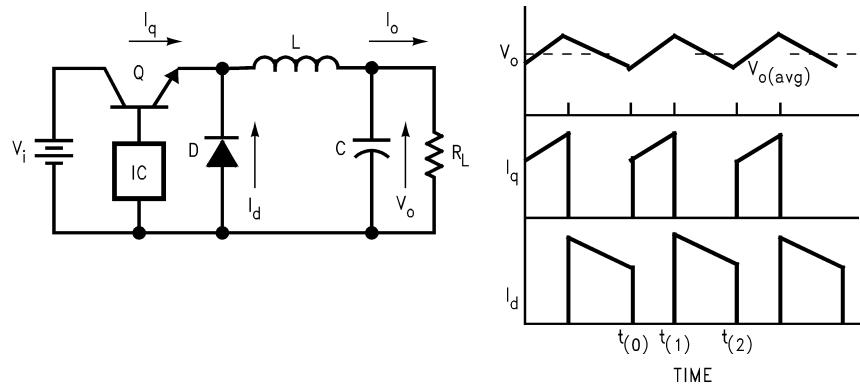

FIGURE 4. Buck Regulator Circuit with Voltage and Current Waveforms
スイッチング電圧レギュレータ回路にはさまざまな方式が存在します。まず最初に、構成が単純な降圧(バッケ)レギュレータを取り上げます (Figure 4)。式 (1) で与えられるように入力電圧より出力電圧が低いため、別名ステップダウン・レギュレータとも呼ばれます。軍用標準電源バスである 28V を TTL ロジック回路用の 5V に変換する電源回路などがアプリケーション例となります。
Figure 4 の時刻 $t_{(0)}$ で出力電圧 V_o が低下したことを検出したコントローラは、バス・トランジスタをオンにして L に電流を流すとともにコンデンサ C を再充電します。 V_o が規定電圧に上昇するとコントローラはバス・トランジスタ Q をオフにし、L、C、超高速ダイオード D で構成される信号経路に電流を還流(フリー・ホイール)させます。このとき、インダクタ L に蓄えられていたエネルギーは効率的にコンデンサに伝達されます。必要なインダクタとコンデンサの大きさは、スイッチング電源の電力密度を決めるスイッチング周波数に反比例します。高周波動作の場合は周波数特性に優れたパワー MOSFET をバス・トランジスタとして、バイポーラ・トランジスタの代わりに使用します。バス・トランジスタには負荷電流だけではなくダイオード D の逆回復電流も印加されるため、超高速リカバリ・ダイオードまたはショットキ・ダイオードを採用しなければなりません。